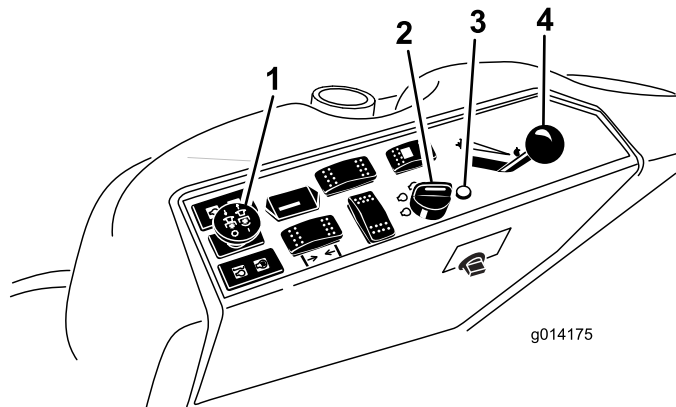

Рисунок 21
4. Переведите переключатель механизма отбора мощности (PTO) в положение Выкл. (Рисунок 21).
5. Передвиньте рычаг дроссельной заслонки в среднее положение между Быстро и Медленно (Рисунок 21).